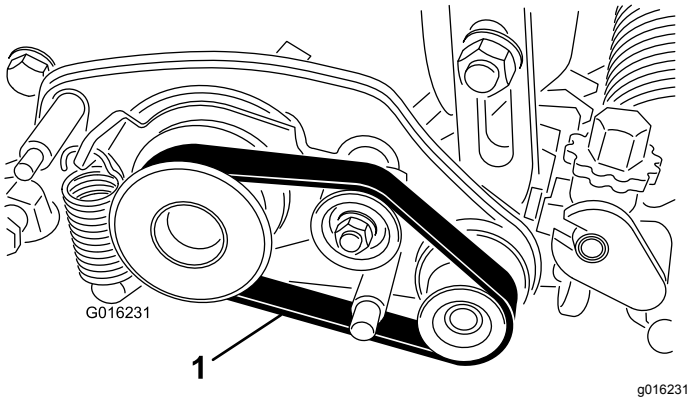

図 2
2. のように駆動プーリ、アイドルプーリ、受動プーリからベルトを外す 図 2。